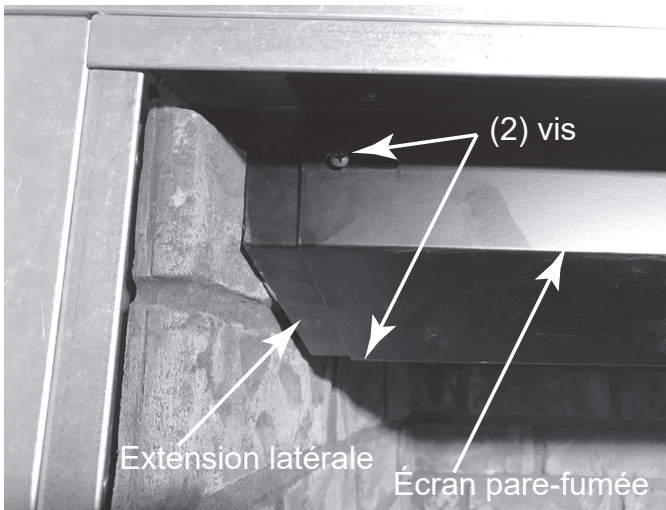

Figure 11.10
- Réinstallation de l'écran pare-fumée : desserrez les vis qui fixent les rallonges latérales de l'écran pare-fumée ((2) vis par côté), puis ajustez les rallonges vers l'intérieur sur l'écran pare-fumée. Remettez l'écran pare-fumée en place sur l'appareil à l'aide des (5) vis. Réglez les rallonges latérales de l'écran pare-fumée vers l'extérieur de l'appareil jusqu'à ce qu'elles soient bien ajustées contre les réfractaires latéraux gauche et droit. Serrez les (2) vis de chaque côté pour fixer les rallonges latérales. Voir la figure 11.10.